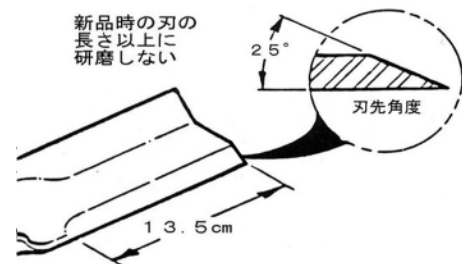
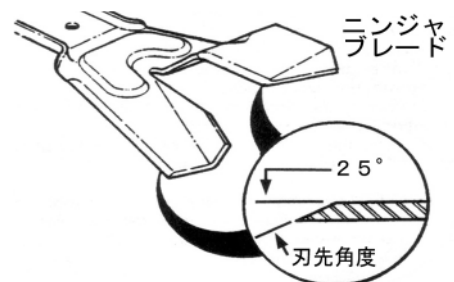

図6-3
図6-3-1
4. グラインダで 22° ～ 28° 位に研磨します。刃の長さは端から約13.5cmにします。(図6-3)(図6-3-1)